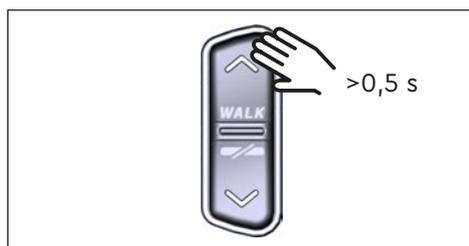

Fig. 7: Attivazione del walk assist
- ▶ Quando l'e-bike è ferma, prema il pulsante UP sul Remote per più di 0,5 s (vedere Fig. 7) per attivare il walk assist.